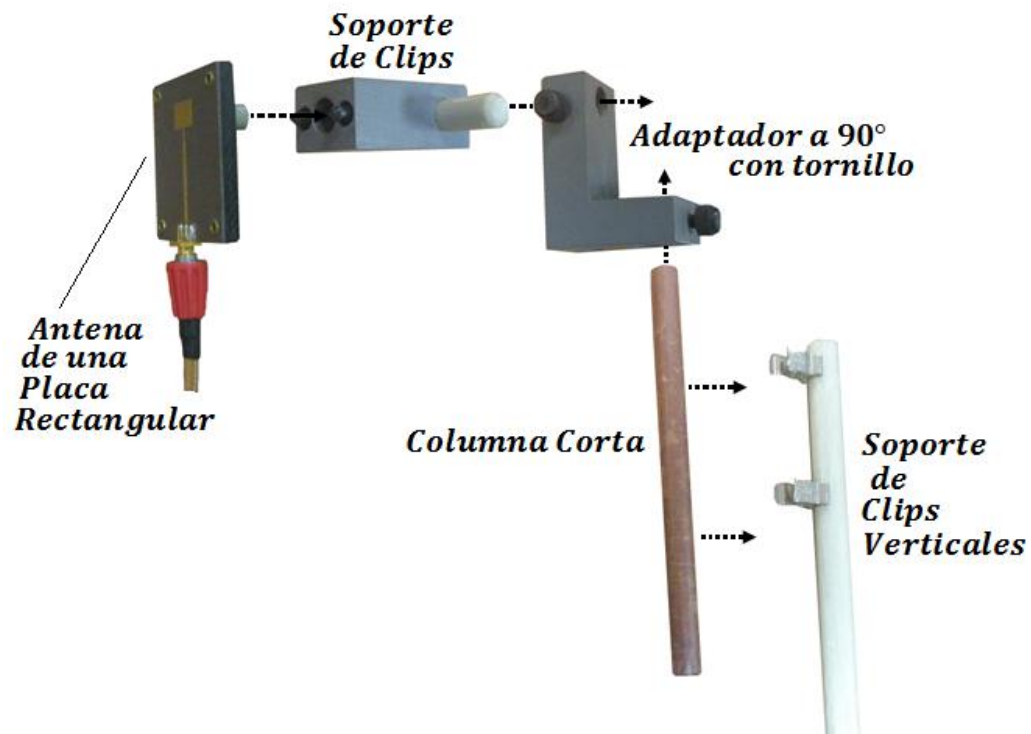

Figura 11.12. Montaje de la antena de placa según el plano H
Arme la antena de una placa rectangular tal como se ilustra en la Figura 11.12, introduzca la columna corta en el adaptador de 90°, ajústela con el tornillo, luego acople el soporte de clips a la antena de una placa rectangular, posteriormente encaje el soporte de clips en el adaptador de 90°, ajústela con el tornillo.
J. Conecté el cable tipo SMA mediano a la antena, y luego fije la antena completa al mástil de clips verticales,(ver Figura 11.12)